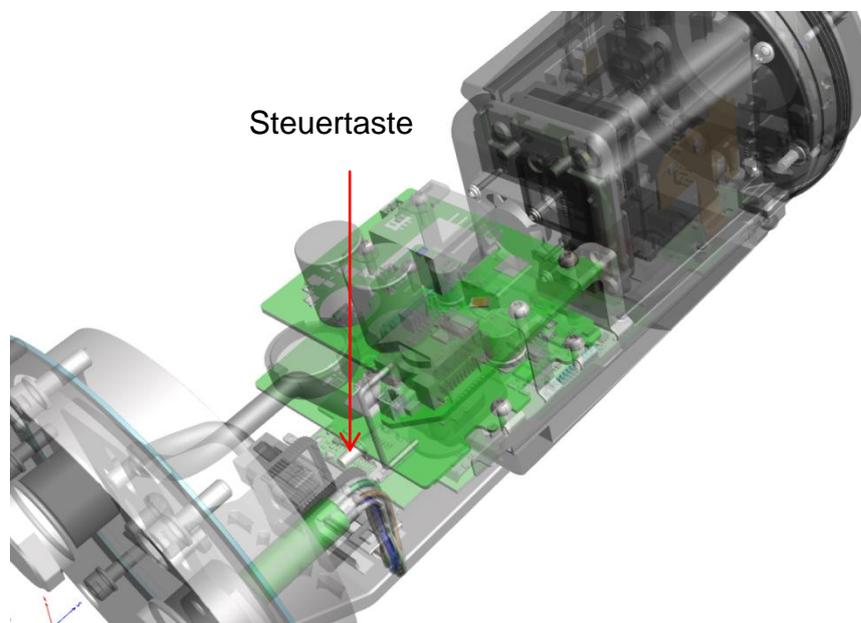

Abb.6.15 – Steuertaste
2. Steuertaste (siehe Abb.6.15) gedrückt halten und gleichzeitig Spannungsversorgung (PoE) zuschalten.